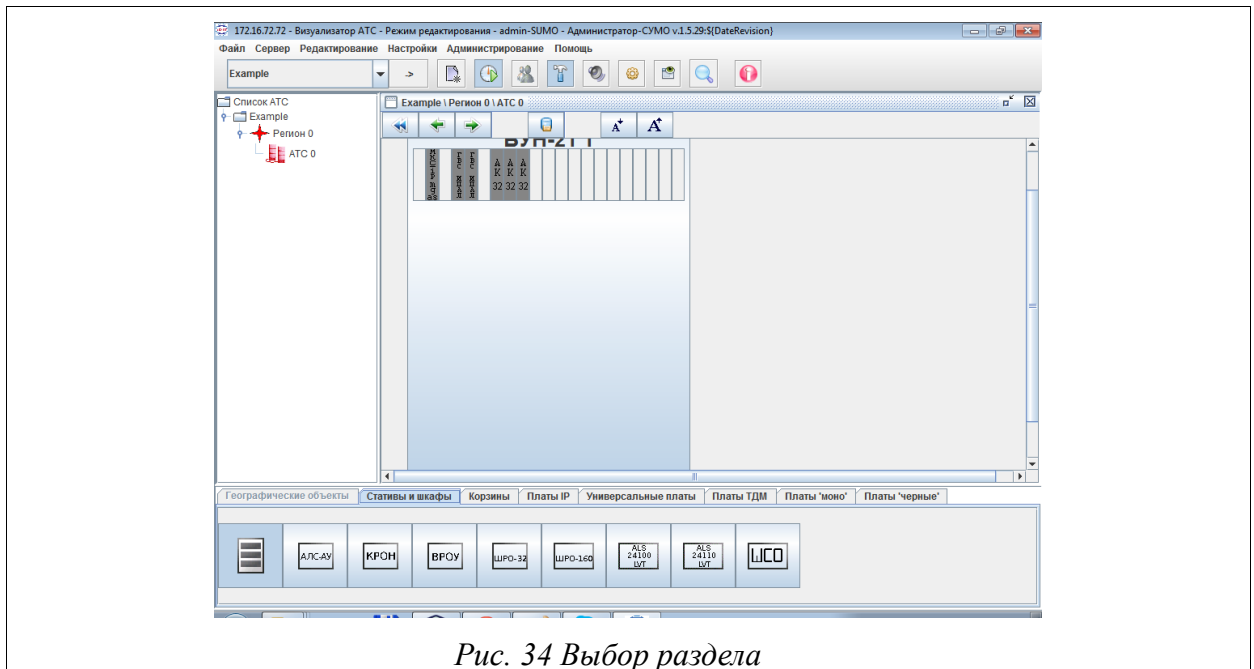

Рис. 34 Выбор раздела
- ♦ Перейти в раздел, в котором находится объект. Для этого необходимо щелкнуть левой кнопкой мыши по названию раздела (Рис. 34 Выбор раздела). Чтобы увидеть все разделы, имеющиеся в системе, в нижней части окна расположена полоса прокрутки;